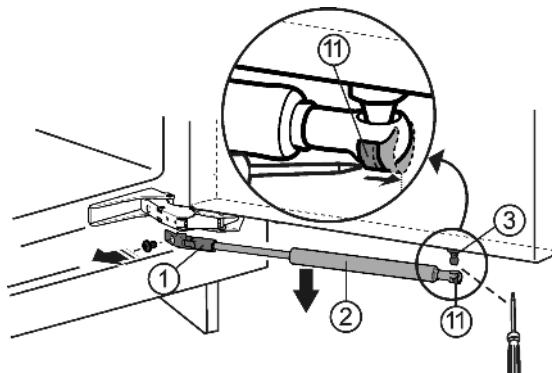

Fig. 3
- С помощью отвертки сдвиньте натяжную пружину Fig. 3 (11) наружу.
- Снимите амортизатор закрывания дверей Fig. 3 (2) вниз.
- Открутите держатель Fig. 3 (1).
- Открутите шаровую головку Fig. 3 (3) (Torx® 20).